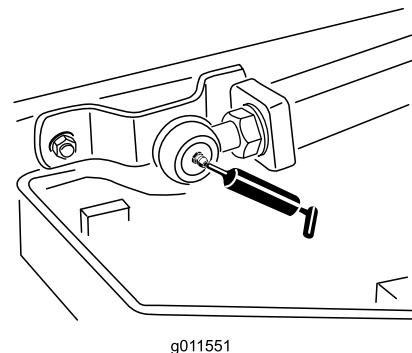

Bild 47
- Zwei Hubarm-Kugelgelenke (Bild 47)